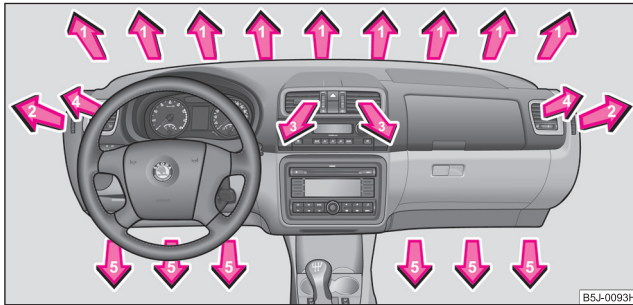

Fig. 110 Gurile de ventilație a aerului
- Reglați gurile de ventilație 3 și 4 astfel încât curentul de aer să fie îndreptat ușor în sus ⇒ pagina 93, fig. 110.
- Reglați gurile de ventilație **3** și **4** ⇒ pagina 93, fig. 110 astfel încât curentul de aer să fie îndreptat ușor în sus.
Distribuția aerului prin gurile de ventilație poate fi reglată și de la tastele de comandă ale Climatronic ⇒ pagina 90. Gurile de ventilație 3 și 4 ⇒ fig. 110 se pot deschide și închide separat. ■